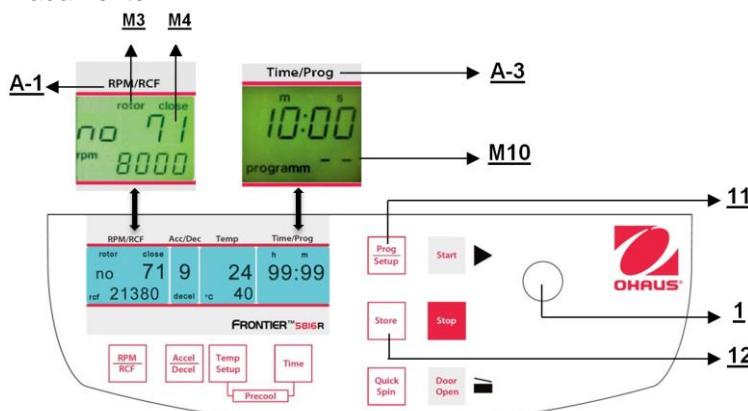

Figura 25
Para recuperar programas almacenados, presione el botón "**Prog/Setup**" (11) (vea la Figura 25) mientras la tapa está cerrada. En la pantalla "**Time/Prog**" (A-3) aparece "**programm -**" (M10). El número de programa deseado puede preseleccionarse con la perilla de ajuste (1).
Para salir del modo de programa, solo presione el botón "**Prog/Setup**" (11) (vea la Figura 25). Entonces, dentro de la pantalla "**Time/Prog**" aparece la palabra "**programm**".